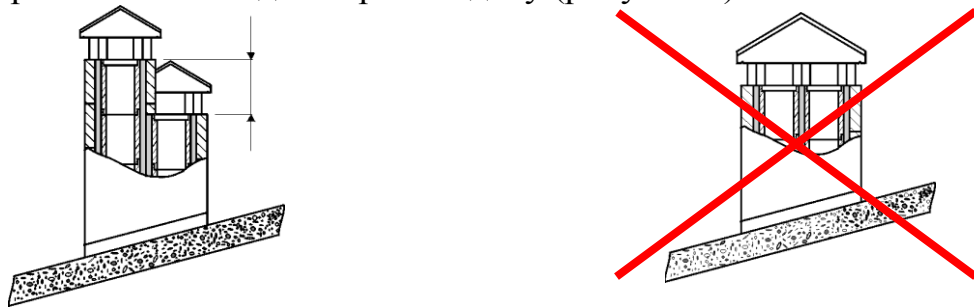

Рисунок 8. Виконання близько стоячих димарів.
- у випадку існування двох близько розташованих димоходів, завершення одного з них повинно знаходитися щонайменше 50см вище ніж інше, так аби уникнути взаємного захоплення тиску, що виробляється (рисунок 8),